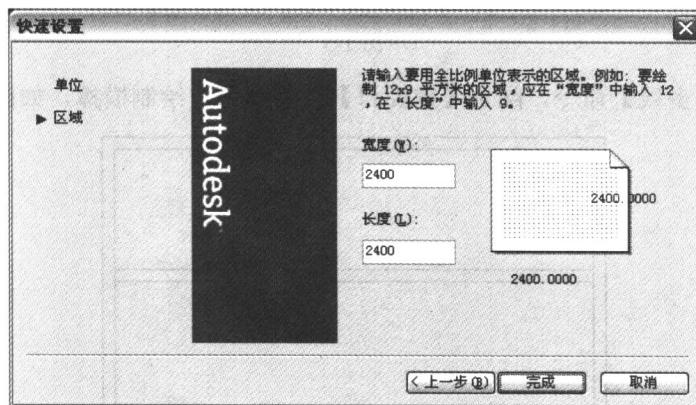

图 1-4
(3) 选择测量单位为【小数】，单击【下一步】按钮，设置绘图区域，如图 1-4 所示，单击【完成】按钮，创建一个新文件。